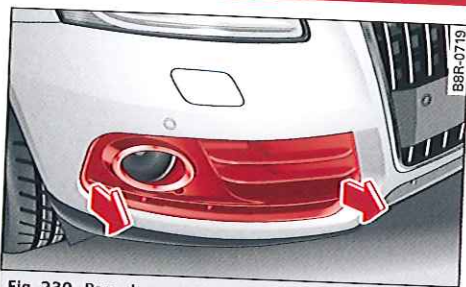

Fig. 230 Pare-chocs avant : cache
- Retirer le cache avec précaution dans le sens de la flèche ⇒ fig. 230.
sé du cache en place et enfoncez-le dans les fixations ⇒ fig. 230.